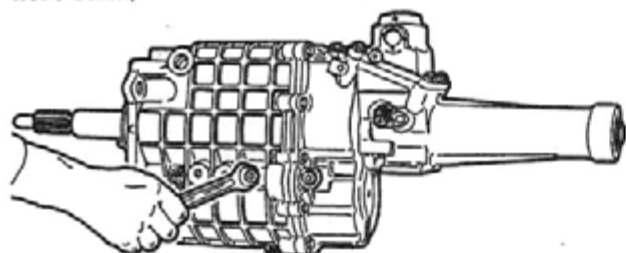

Рис. 180. Отворачивание болта крепления оси промежуточной шестерни заднего хода на переднем картере
- отвернуть болт крепления втулки оси промежуточной шестерни заднего хода, расположенной с левой стороны переднего картера (рис. 180);